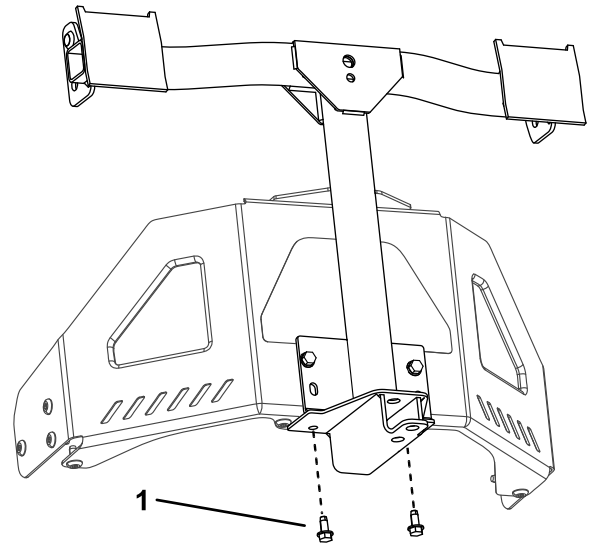

Figuur 8
2. Monteer het draaiframe aan het machineframe zoals getoond in Figuur 8. Monteer het draaiframe op het frame van de machine; gebruik 2 bouten (5/16" x 1") en 2 borgmoeren (5/16").